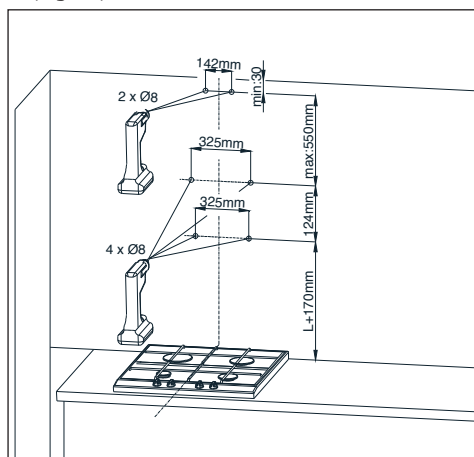

Fig.10 Dimensions de l'assemblage
1. Définissez l'axe de la cuisinière et projetez-le sur le mur, là où la hotte sera montée. Signez tous les points caractéristiques de la fixation du capot. Faites les ouvertures avec la perceuse. (Fig.10)